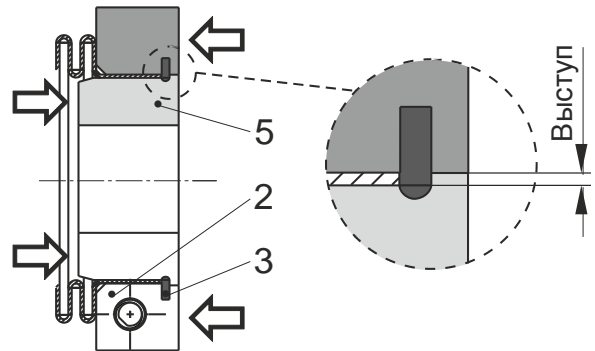

Рис. 4
Из-за выступа (см. рис. 4) переходную втулку (5) можно выдавить из зажимного кольца только в одном направлении.